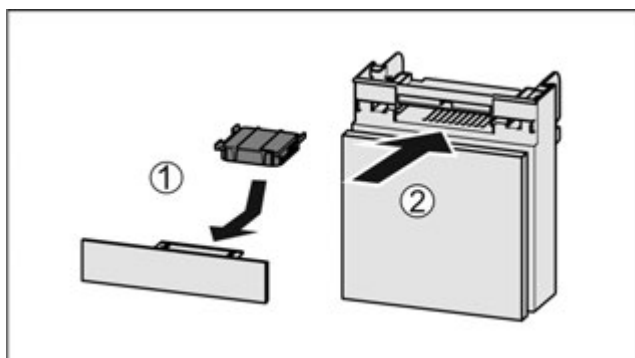

Fig. 81
- ▶ Вставити фільтр з активованого вугілля за малюнком Fig. 81 (1).
- ▶ Вставити відділення Fig. 81 (2).